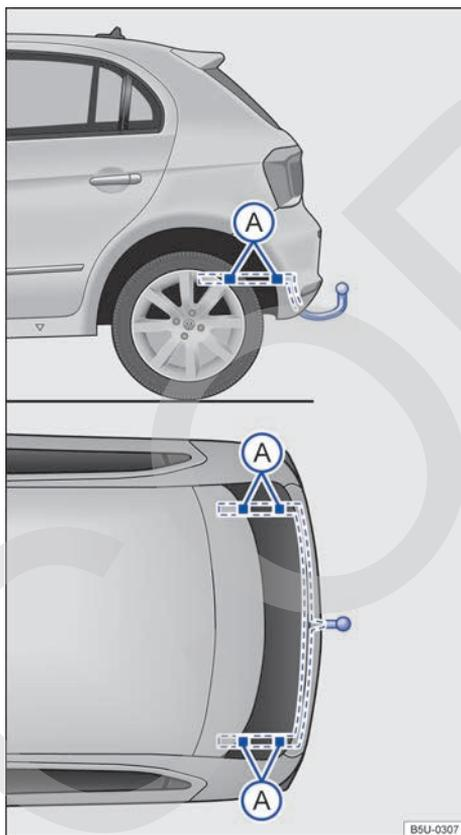

Fig. 76 Puntos de fijación para el montaje posterior de un enganche para remolque.
La figura → **fig. 76** ilustra, a modo de ejemplo, el punto de fijación para instalar un dispositivo de remolque del modelo Nuevo Gol 4 puertas. El modelo Nuevo Gol 2 puertas sigue el mismo concepto.
◀ El montaje posterior de un enganche para remolque se deberá realizar siguiendo las instrucciones del respectivo fabricante del enganche, siempre respetando los puntos de fijación indicados en la → **fig. 76 (A)**.